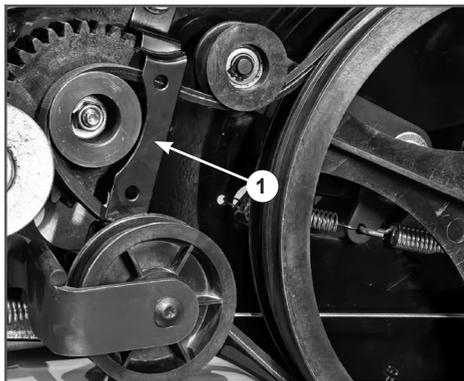

Рис. 38. Снятие ремня заднего хода
3. Открутите гайки и болты крепления и снимите ограничитель 1 ремня заднего хода, после чего снимите ремень заднего хода со шкивов шестерни заднего хода и редуктора (Рис. 38).